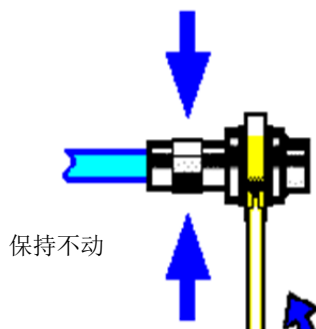

图 3.6 扳手使用示意图
**步骤 3.** 如图 3.6，使用力矩扳手拧紧完成最后的连接，注意力矩扳手不要超过起始的折点，可使用辅助的扳手防止连接器转动。